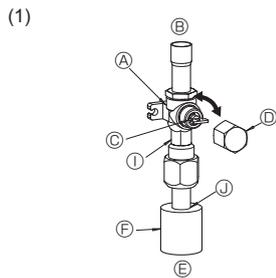
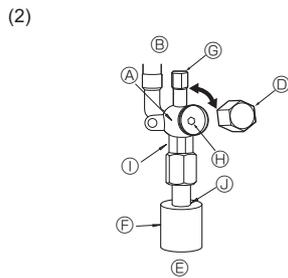

Fig. 4-6
Fig. 4-7
- (1) Gassidan (Fig. 4-6)
- ① Ta bort locket, dra handtaget mot dig och vrid motors 1/4 varv för att öppna.
- ② Kontrollera att stoppventilen är helt öppen, tryck in handtaget och skruva på locket igen.
- (2) Vätskesida (Fig. 4-7)
- ① Ta bort kåpan och vrid ventilstängens motsols så långt det går med en 4 mm sexkantsnyckel. Sluta när den når stoppet. (ø9,52: Ca. 10 varv)